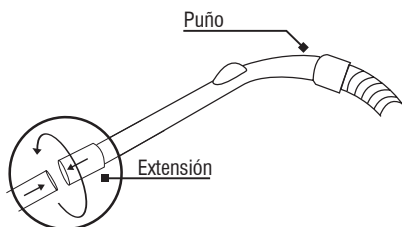

Fig. 6 – Montaje de la boquilla multiuso
- Conecte el tubo extensor en el puño y enseguida gire para finalizar la conexión, de acuerdo a lo mostrado en la Fig.6;